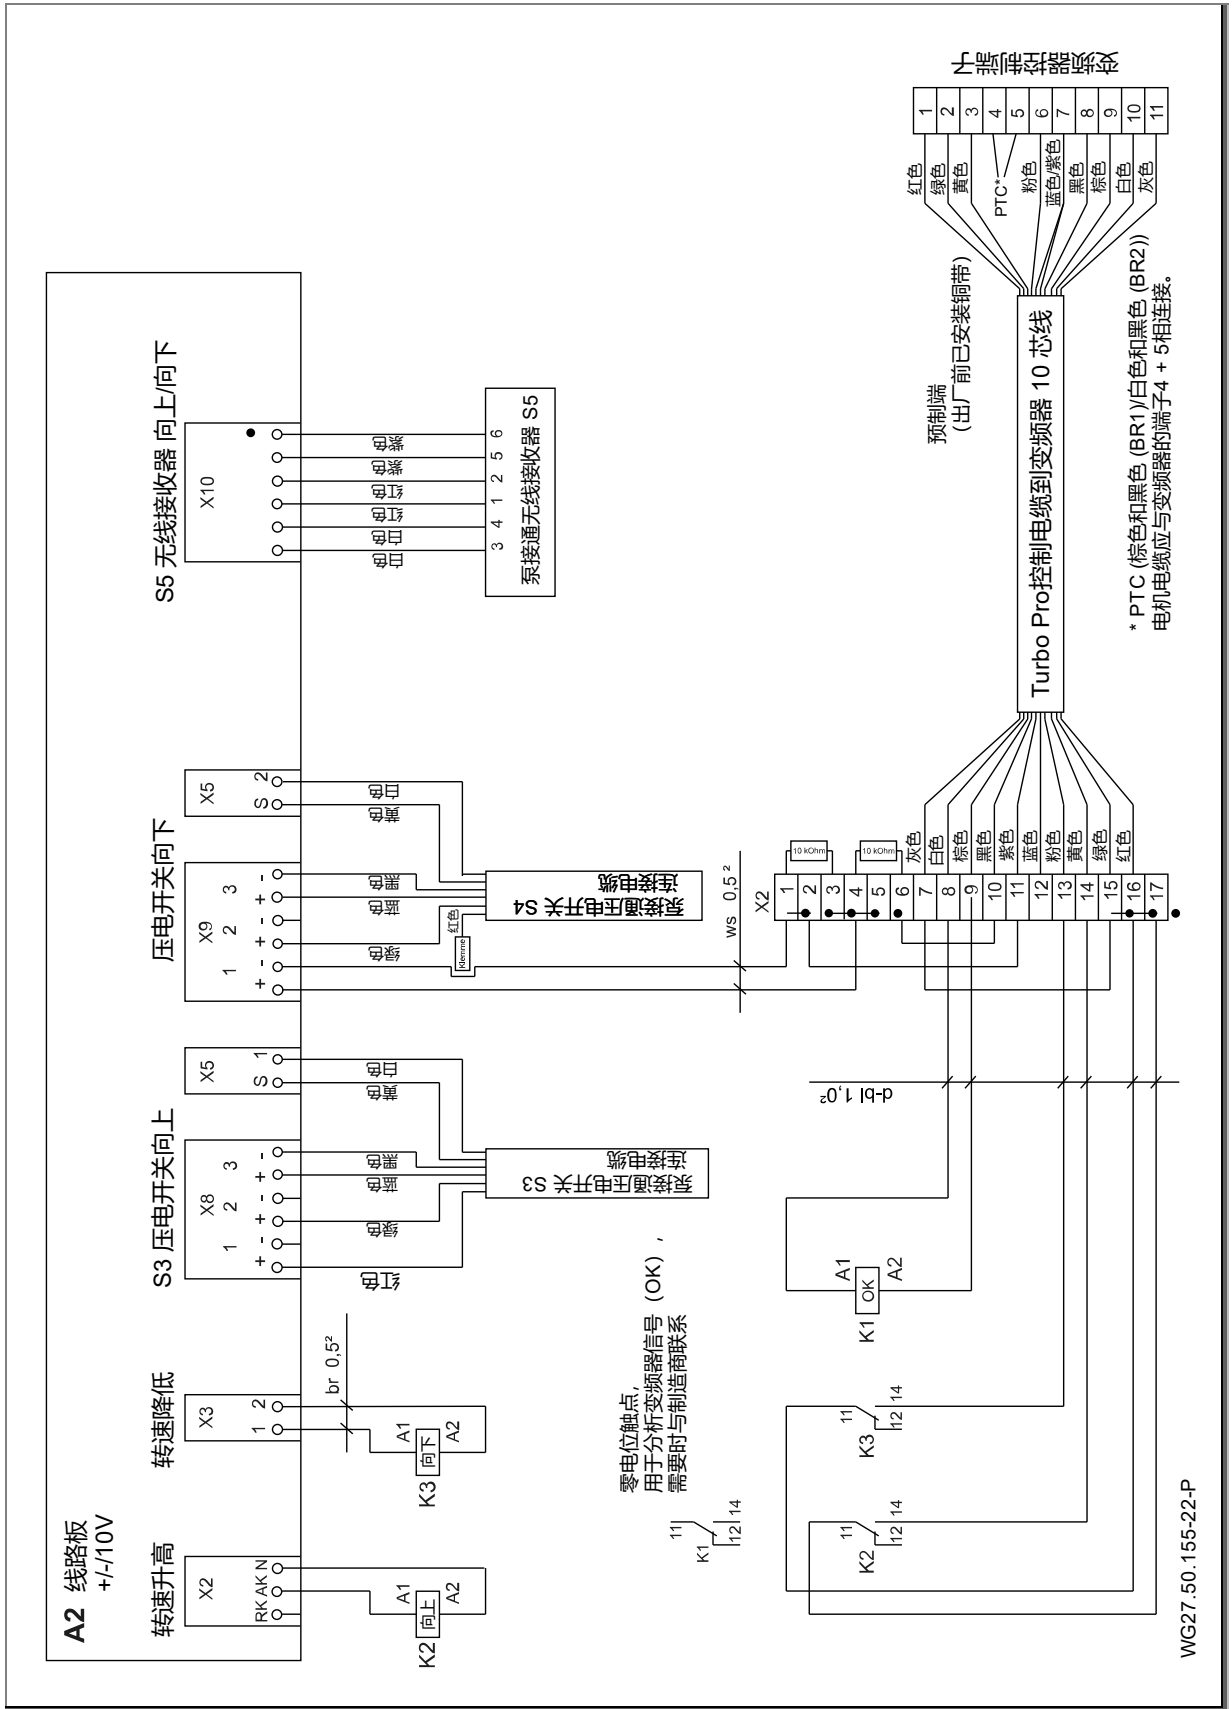

图 19
14. 按线路图说明连接PTC热敏电阻的芯线(棕色和黑色 (BR1)/白色和黑色 (BR2))。参阅“图 19”，第 27 页。